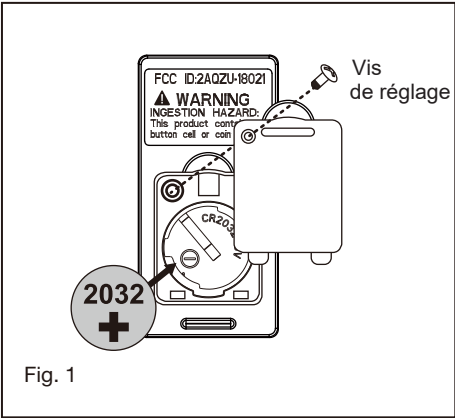

Fig. 1
1. Insérez le récepteur dans le support de montage au plafond avec le côté plat du récepteur face au plafond. (Fig. 1) Pour de meilleures performances, assurez-vous que l'antenne noire et l'antenne WIFI, à l'extrémité du récepteur, restent étendues et ne sont pas emmêlées avec aucun des fils électriques.
- 1 Fixez la lame au moteur avec les vis fournies. Répétez la procédure pour les lames restantes. Assurez-vous que les vis sont bien serrées ! Les vis du moteur desserrées peuvent contribuer à un bourdonnement inutile pendant le fonctionnement. (Fig.1)
- 1 Sélectionnez un emplacement souhaité. Utilisez la plaque murale pour marquer l'emplacement des trous de montage. Des chevilles murales en plastique ou des vis de montage sont nécessaires pour cette application. (Fig. 1)
Retirez le panneau de l'émetteur, puis installez une pile 2032 (incluse). Vous devez utiliser une pièce de monnaie pour ouvrir ou fermer le couvercle de la batterie. Pour éviter d'endommager l'émetteur, retirez la batterie s'il n'est pas utilisé pendant de longues périodes (Fig. 1).